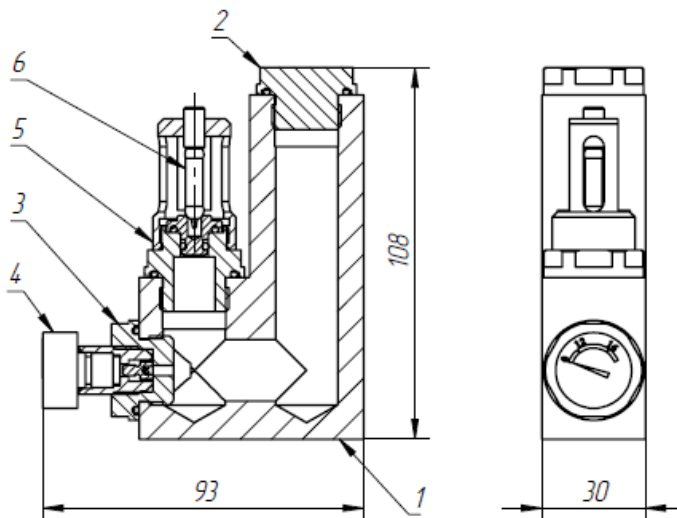
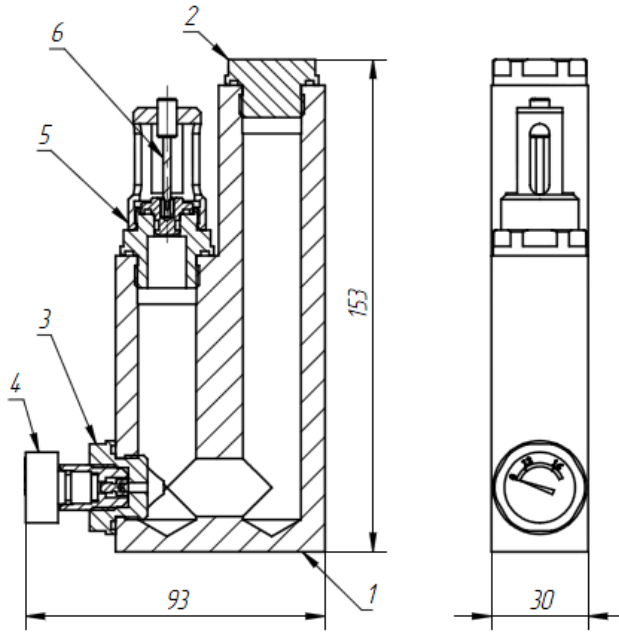
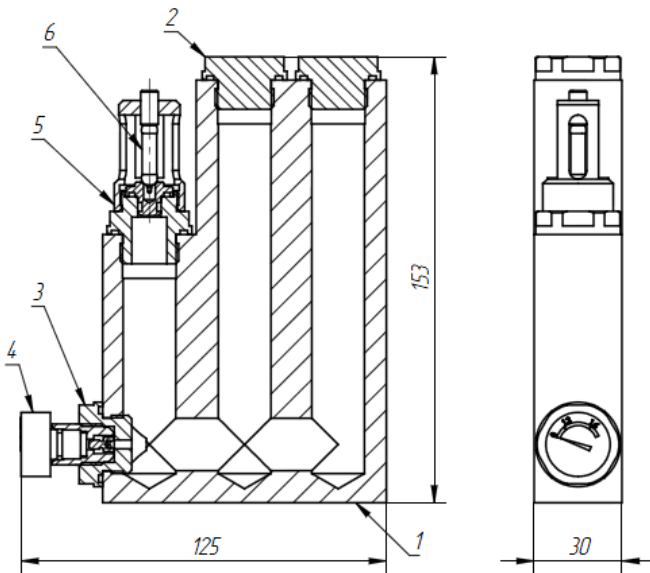

Рисунок 1. Общий вид СПГа «Импульс-М30»
Рисунок 2. Общий вид СПГа «Импульс-М60»
Рисунок 3. Общий вид СПГа «Импульс-М100»
**4.1 Общий вид систем** представлен на рис. 1, рис. 2 и рис. 3.